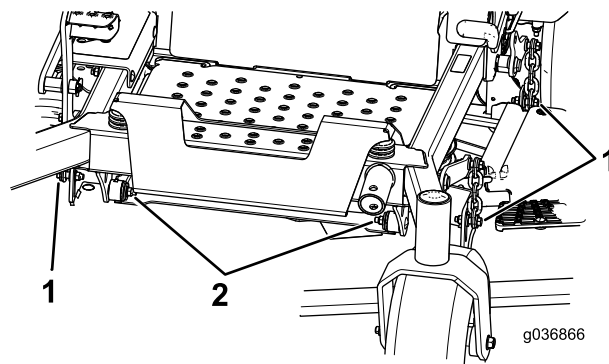

Figure 101
7. Enlevez et conservez les boulons et écrous de chaque côté de la machine (Figure 101).